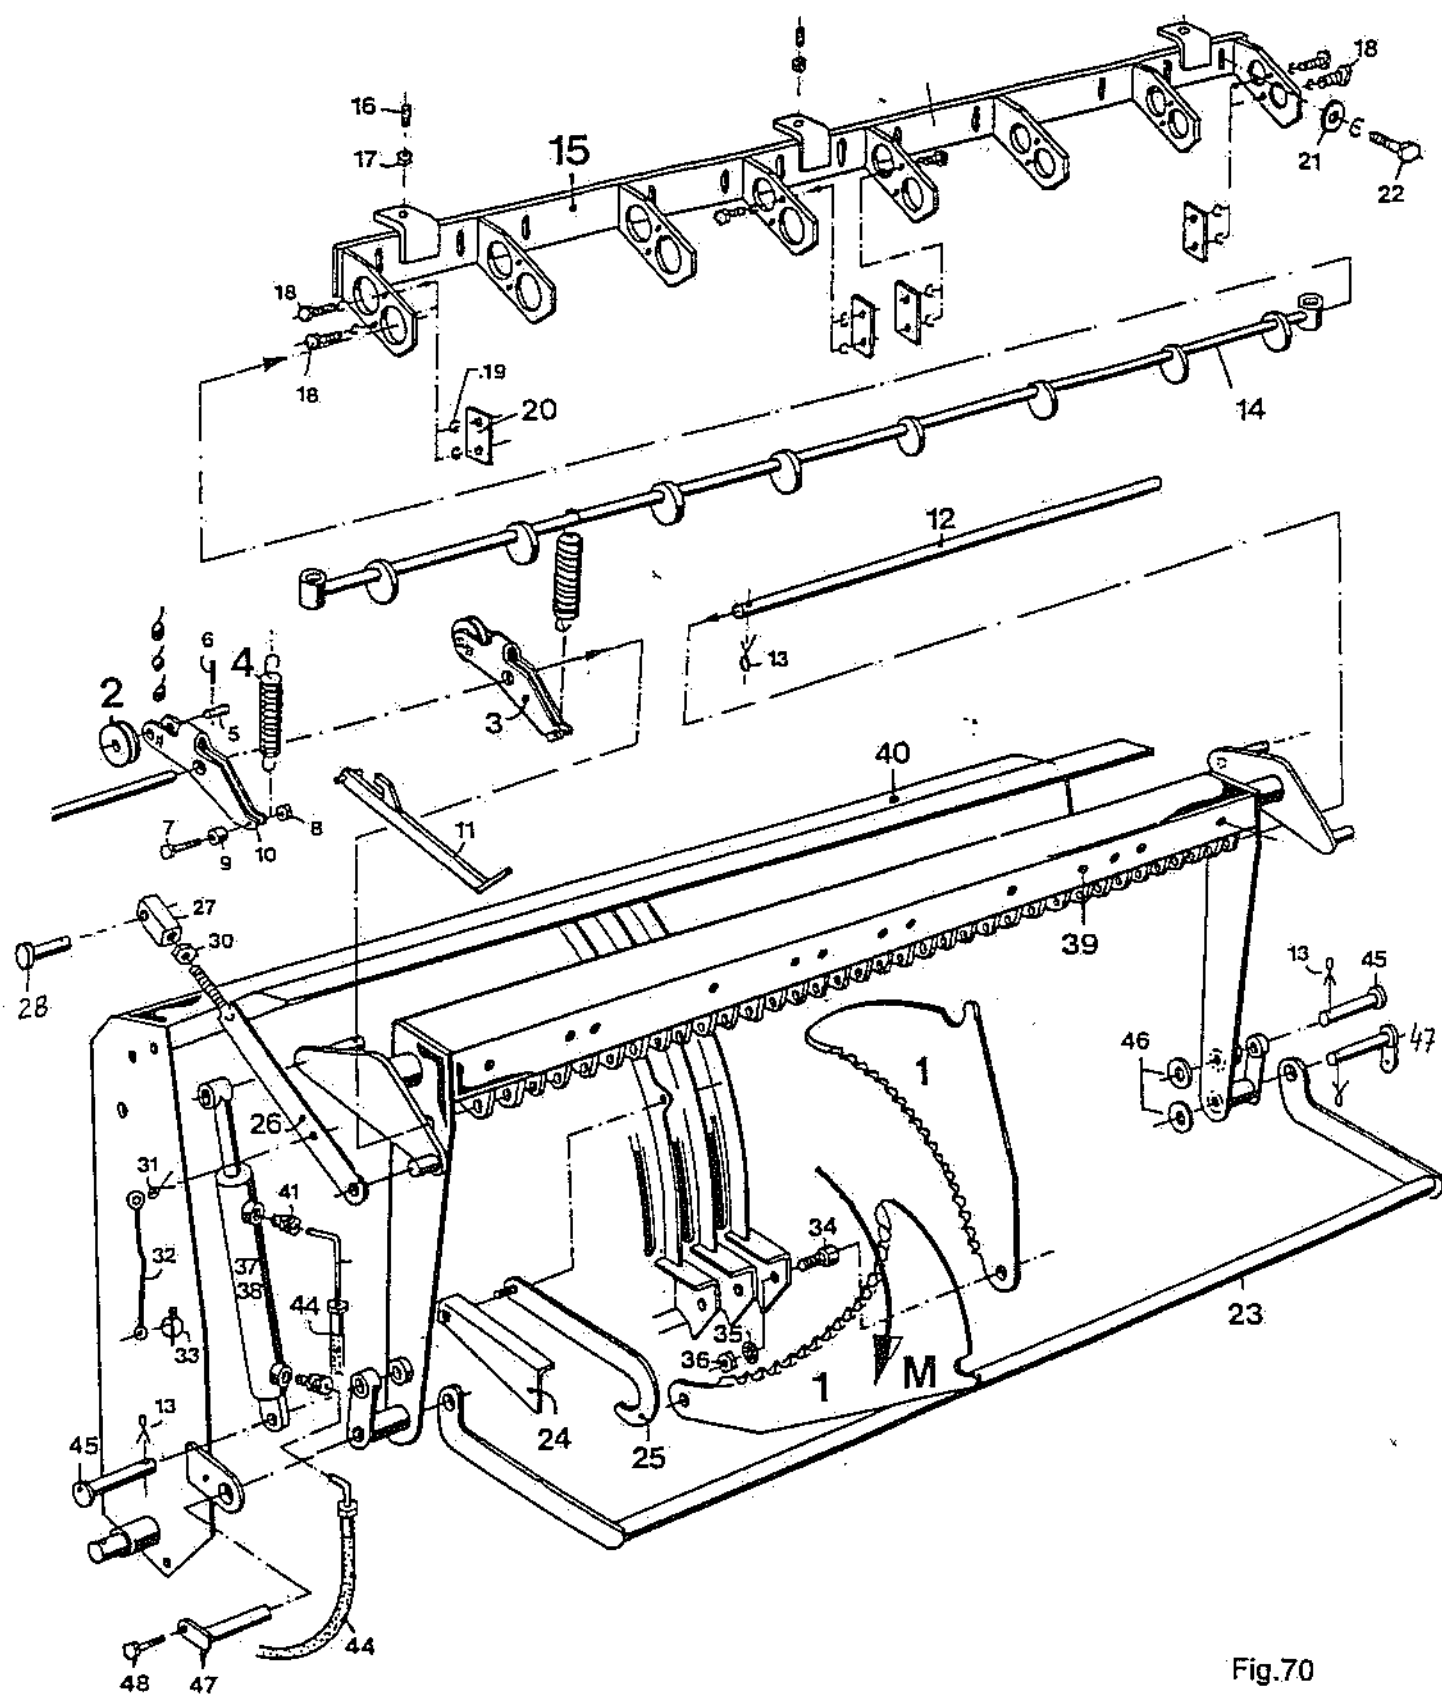

Fig.70
Der Schneidwerkrahmen Pos. 39, Fig. 70, ist hydraulisch ausschwenkbar. Jedes einzelne Messer ist durch den federbelasteten Steuerhebel Pos. 3 gegen Fremdkörper gesichert. Das Schneidwerk ist so konstruiert, daß jede beliebige Messeranzahl eingesetzt werden kann. Für den schnellen Schnittlängenwechsel in der Praxis gibt es das Hauptschneidwerk mit 20 Schnittstellen = 80 mm Schnittlänge. Es kann das Silierschneidwerk mit zusätzlichen 21 Messern zugeschaltet werden:
- B Bolzen 34 der unteren Messeraufhängung prüfen, Fig. 70
Der gesamte Messerbalken mit eingebauten Messern kann über die Spannschraube 26, Fig. 70 zum Förderrotor eingestellt werden. Der Abstand zum Rohr sollte 7 mm betragen. Die Messer dürfen das Rohr nicht berühren - Förderrotor daher runderdrehen und Abstand prüfen.
- Der Rohrbügel 23, Fig. 70 dient als Fangbügel für die Messer.